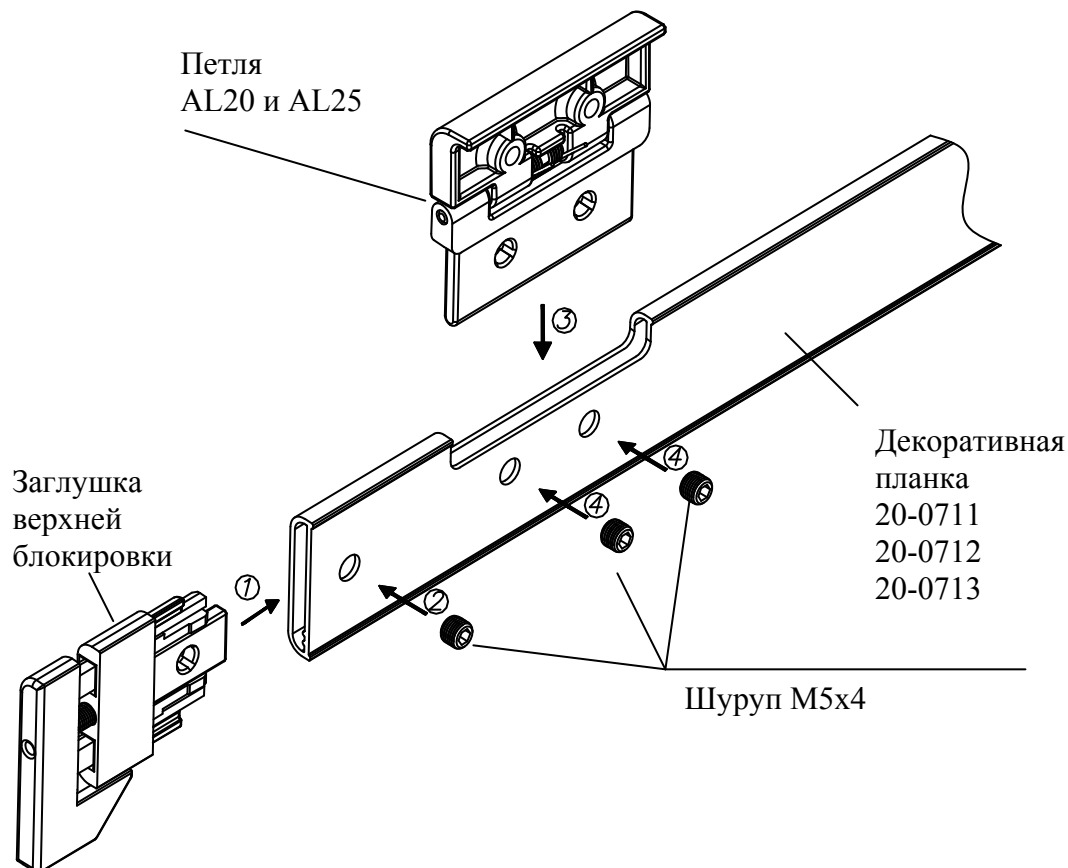
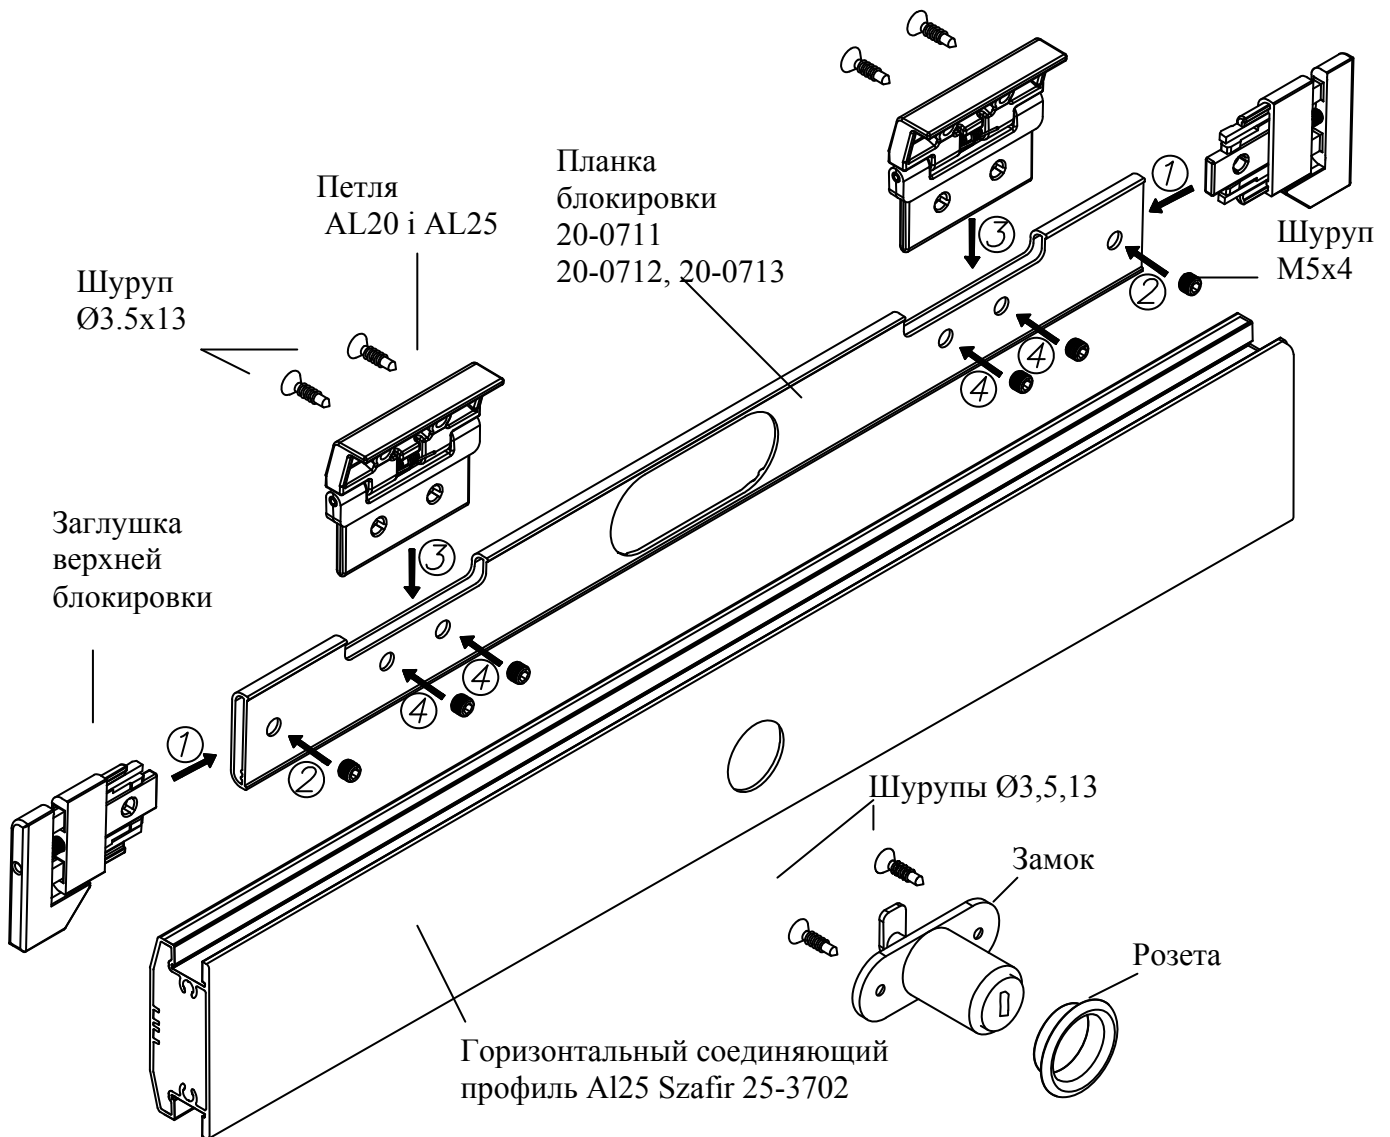

Рис. 11. Монтаж регулировочной заглушки и петли для **верхней блокировки**
Рис. 13. Монтаж элементов верхней блокировки в горизонтальном соединяющем профиле.
**g)** Вставить петли и заглушки в планку и докрутить ее при помощи шурупов М5х4 - 6 шт. (рис. 11, рис. 13)